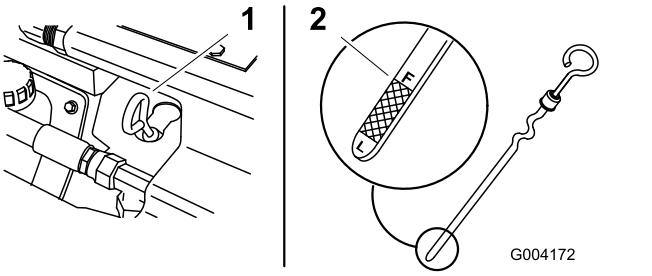

Figure 35
4. Nettoyez la surface autour de la jauge (Figure 35).
5. Sortez la jauge d'huile et essuyez soigneusement l'extrémité métallique (Figure 35).
6. Enfoncez la jauge complètement dans le tube (Figure 35).